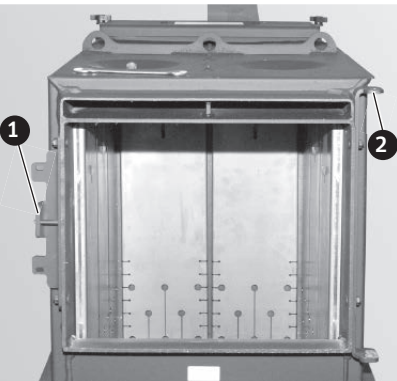

Fig. 30 Invertire supporto dello sportello e supporto di chiusura
- Svitare il supporto sportello e il supporto di chiusura dal corpo della caldaia e riavvitarli insieme dopo averli invertiti – Fig. 30.